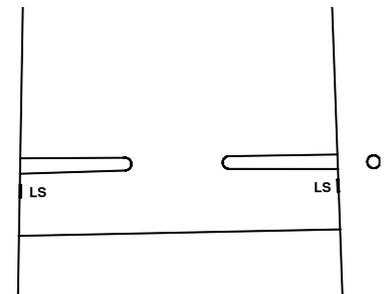

Bild 5
2. För standard U.S. 8 1/2" x 11" papper, flytta båda pappersföringarna så att de invändiga hörnen är riktade efter markeringen LS på matningsbordet (se bild 5 för placeringen). För A4-papper, rikta de utvändiga hörnen på pappersföringarna efter de raka A4-markeringarna. Dra åt båda vingskruvarna (observera: dra inte åt dem för hårt)..